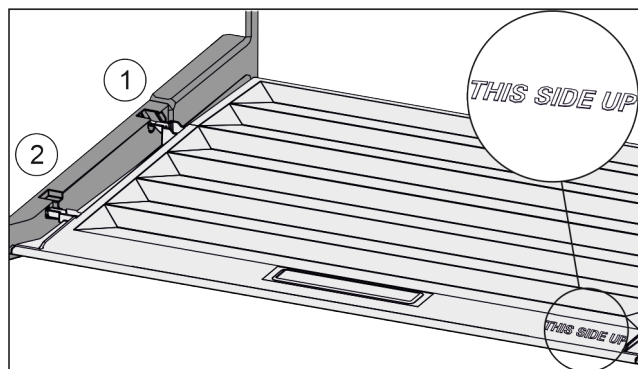

Fig. 44
- ▶ Výstupky víka zaveďte do zadních držáků Fig. 44 (1) a vpředu zaklesněte do držáku Fig. 44 (2).